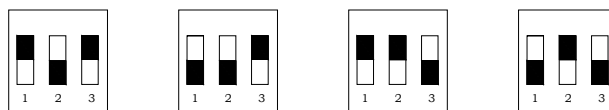

图 3.2 拨码开关调整示意图
3.4.6 通过以上调整如发动机仍无法稳定，此时需要对拨码开关进行调整，如图 3.2 四种情形，每拨动一次后再对增益和稳定性电位器进行调整，直到发动机稳定。